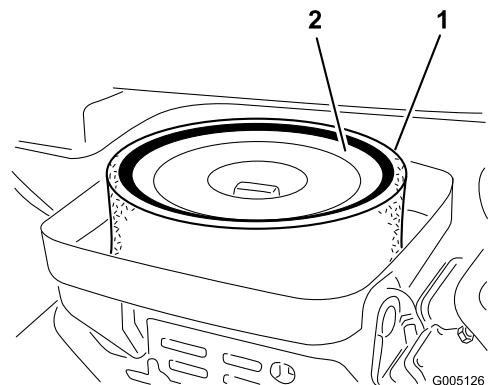

図 33
3. スポンジ（図 33）を点検し、汚れていればペーパー・Elementから外す。以下の要領で丁寧に清掃してください：